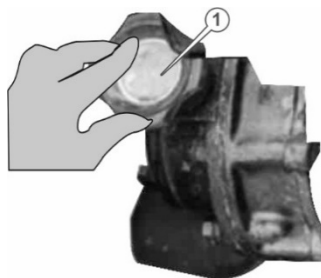

Рисунок 18. Вигляд горловини картера.
4. Залити в горловину (1, рис. 18) свіже мастила, орієнтуючись на мітки щупа. Використовувати ліжку, щоб зменшити витoki.